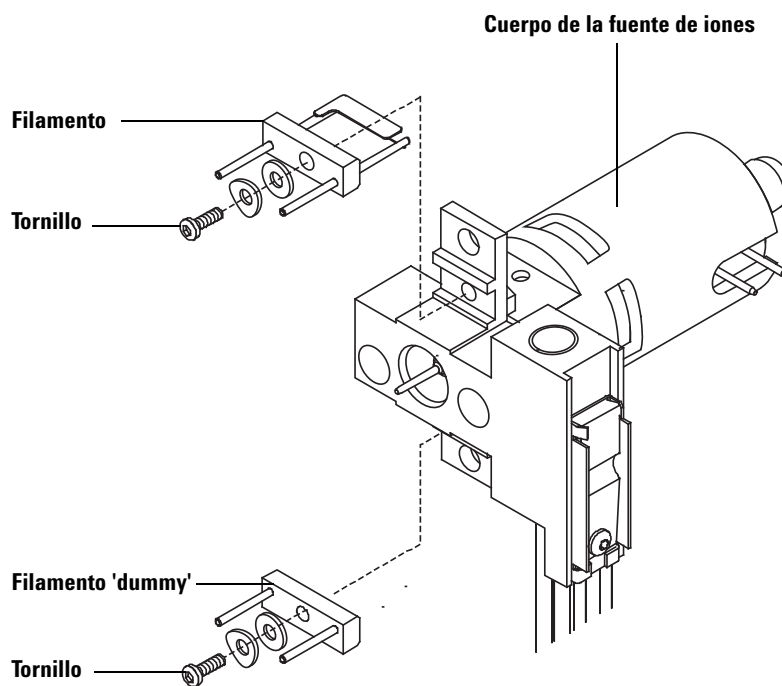

Figura 42 **Cambiar el filamento de CI**
- 4 Instale los tornillos de ajuste manual (Figura 42).